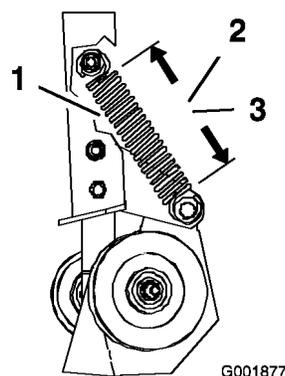
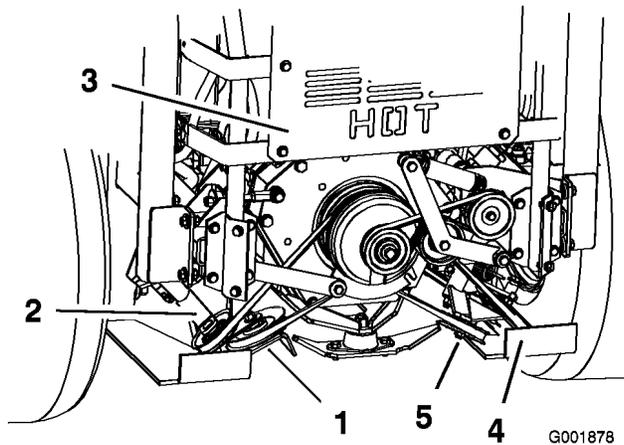

Figure 63
Figure 64
sur la poulie de tension rappelée par ressort correspondent bien aux valeurs données ci-dessous (Figure 63 et Figure 64).
- Mesure du ressort gauche : $14,6 \pm 0,3$ cm (Figure 63).
- Mesure du ressort droit : $14,0 \pm 0,3$ cm (Figure 63).
4. Si le ressort n'est pas aux bonnes dimensions, desserrez l'écrou de fixation de la poulie de tension réglable pour pouvoir la déplacer dans la fente (Figure 64).
5. Relâchez la pression sur la poulie de tension rappelée par ressort (Figure 64).
6. Abaissez la poulie réglable dans la fente puis serrez l'écrou (Figure 64).
7. Vérifiez que les dimensions des spires du ressort sur la poulie de tension rappelée par ressort sont correctes (Figure 63).